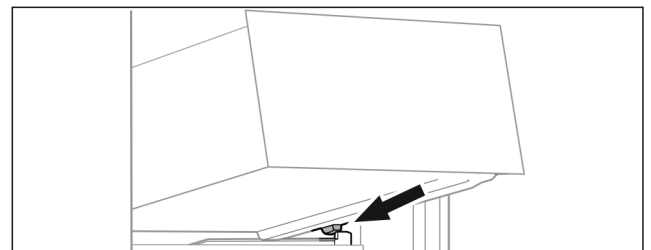

Fig. 67
- Поставете чекмеджето под ъгъл зад ограничителите върху реброто на съда. (виж Fig. 67)